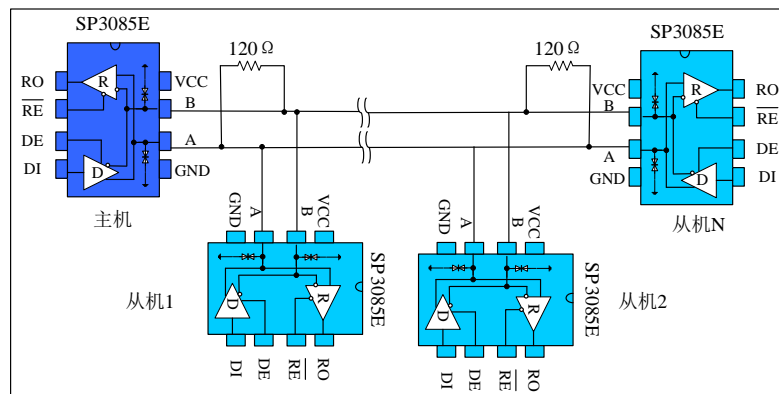

图 11 总线式 RS485 半双工通讯网络
5.1 总线式组网： SP3085E RS485 收发器设计用于多点总线传输线上的双向数据通信。图 11 显示了典型网络应用电路。这些器件也能用作电缆长于 4000 英尺的线性转发器，为减小反射，应当在传输线两端以其特性阻抗进行终端匹配，主干线以外的分支连线长度应尽可能短。